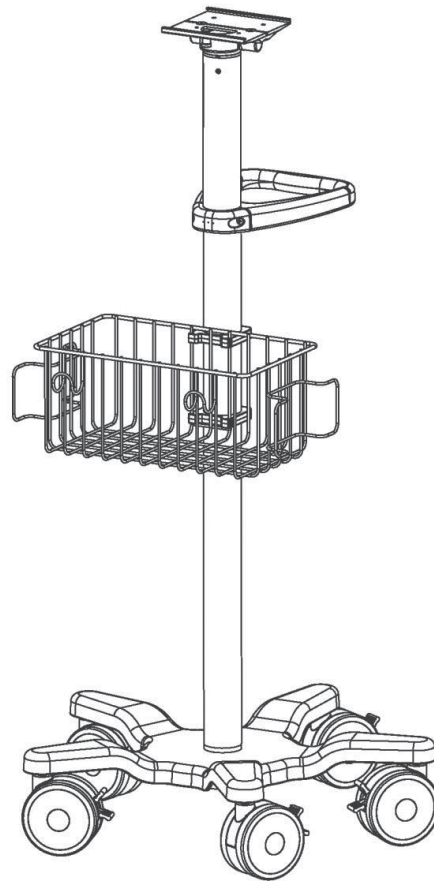

Figure 8 ■ Figure 8 ■ Abbildung 8 ■ Figura 8 ■ Figura 8
■ Afbeelding 8 ■ Figur 8 ■ Figur 8 ■ Εικόνα 8 ■ Figura 8
■ Obrázek 8 ■ 8 ábra ■ Rysunek 8 ■ Obrázok 8 ■ Figur 8 ■ Kuva 8
■ Рисунок 8 ■ Slika 8 ■ 图 8 ■ 그림 8 ■ 图8